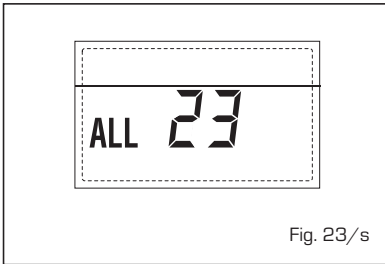

Fig. 23/s
- **ANOMALIA AVARIA SONDA COLETOR SOLAR S1 "ALL 24"** (fig. 23/t)